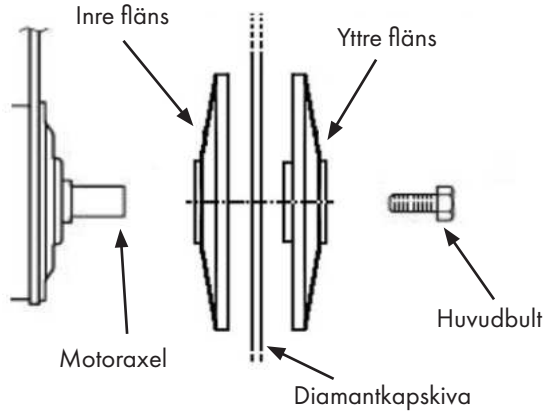

Bild 4
- Ställ in tomgångsvarvtalet med skruven som visas i Fig. 4.